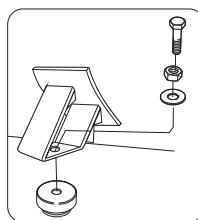

FIGURA 1
3. **Fundación/Piso:** El compresor MSV 12/175 debe ser colocado sobre amortiguadores antivibrantes (Figura 1), que a su vez debe estar apoyado sobre una base de concreto, y esta sostener el peso del equipo junto al liquido (agua) cuando sea echo el teste hidrostático. El conjunto debe ser nivelado y el amortiguador debe ser adecuado para el peso y la vibración del equipo. Los demas modelos poseen pies de goma* que deven ser montados por el usuario.